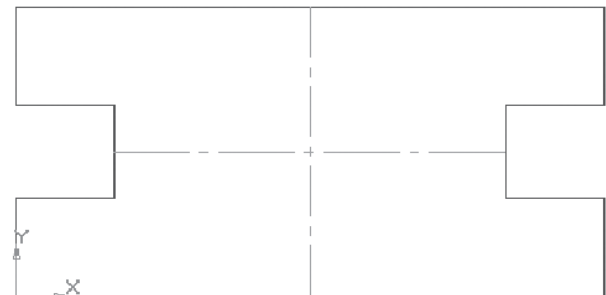

Рис. 2.17.
– аналогічним чином знайдіть середину вертикального відрізка і побудуйте горизонтальний відрізок (рис. 2.17);